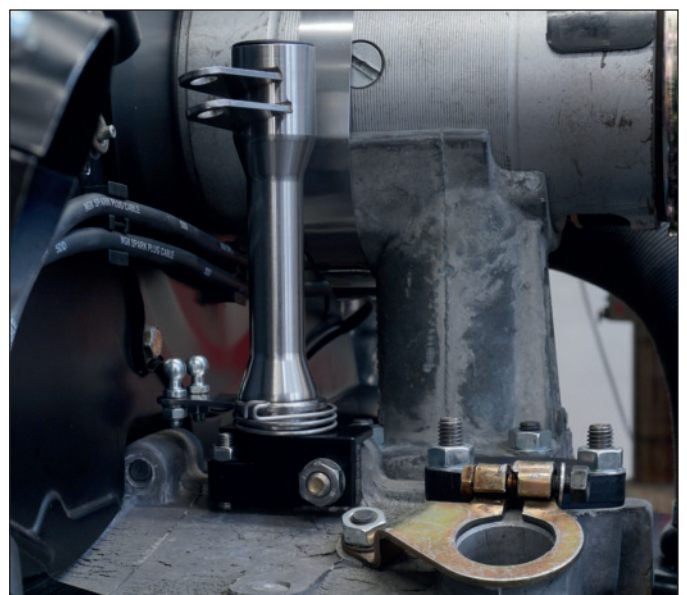

Fig. 2
- Montieren Sie den Drehbock links neben der Lichtmaschine an dem Motorgehäusegewindestift und sichern ihn mit der original Unterlegscheibe und Mutter M8, SW13 die Sie vorher los geschraubt haben. Siehe Fig. 2.